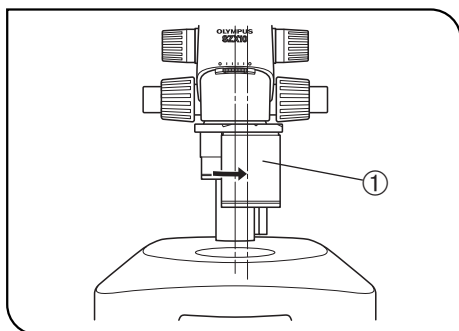

Fig. 30
1. Drej det ønskede objektiv ① mod uret (15°), indtil låsepositionen for fotostrålegangen (fig. 30).